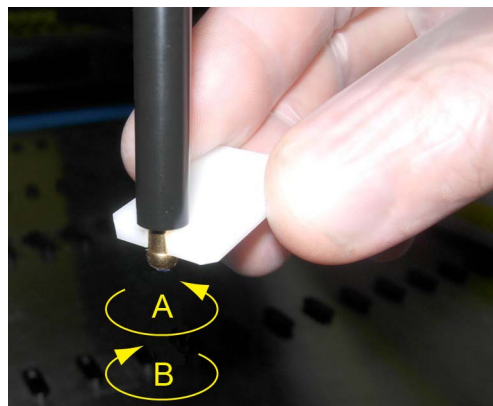

Abb. 7-7 Konus-Schlüssel
- 1 Halten Sie das Spitzenabwurfrohr fest, während Sie den DiTi-Konus mithilfe des mitgelieferten Konus-Schlüssels abschrauben (siehe Abb. 7-7, Tab. 7-36).